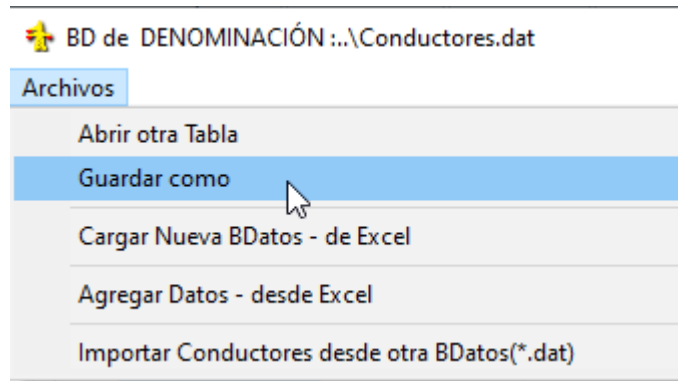

Fig. 17.13
- Para generar un nuevo archivo con otro nombre utilizar el menú <Archivos>, opción <Guardar como>. (Ver Fig. 17.13).